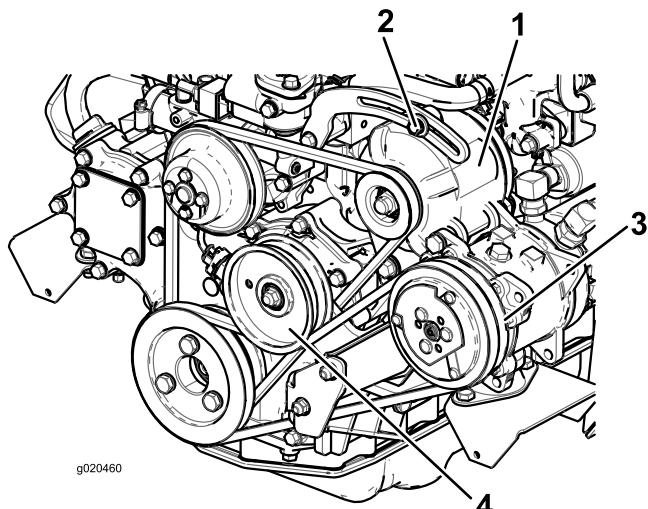

Figura 72
Se la flessione non è di 10 mm, allentate i bulloni di fissaggio dell'alternatore (Figura 72).
Controllate lo stato e la tensione della cinghia (Figura 72) ogni 100 ore di servizio.
- Se la flessione non è di 10 mm, allentate il bullone di fissaggio della puleggia tendicinghia (Figura 72). Aumentate o riducete la tensione della cinghia del compressore e serrate il bullone. Controllate di nuovo l'inflessione della cinghia per accertare che sia esatta.